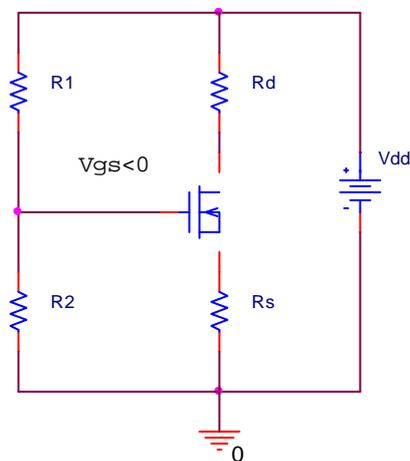

fig.42
- la rete VDB (fig.42) che consente di scegliere sia il punto di riposo sia il valore di R_s e stabilisce il grado di controllo desiderato sulla I_d ; ; in fig. 42 troviamo la rete VDB di un ND-MOS .